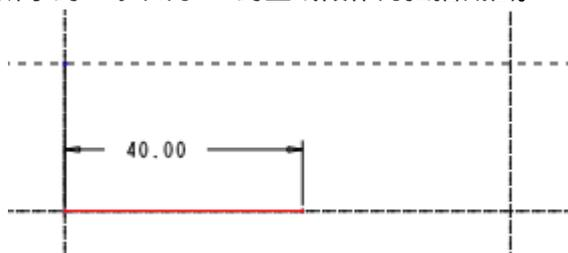

图 60-4
- (5) 单击草绘命令工具栏中的  按钮，系统再次进入草绘状态，以绘制螺旋扫描剖面。
- (6) 在信息区显示的文本框中输入螺距值“9.1”。
- (7) 绘制如图 60-4 所示的一条长为 40 的直线段作为扫描截面。